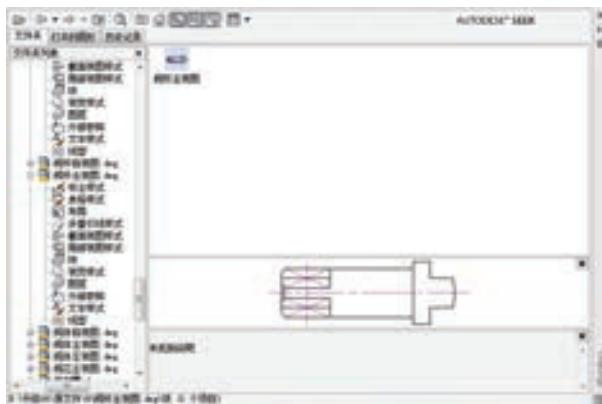

图 9-19 “设计中心”对话框之阀杆
5) 插入阀杆平面图。选择菜单栏中的“工具”→“选项板”→“设计中心”命令，弹出“设计中心”对话框，在相应的文件夹中找出“阀杆主视图”，并选择其下的“块”选项，右边的图框中出现该平面图中定义的块，如图 9-19 所示。